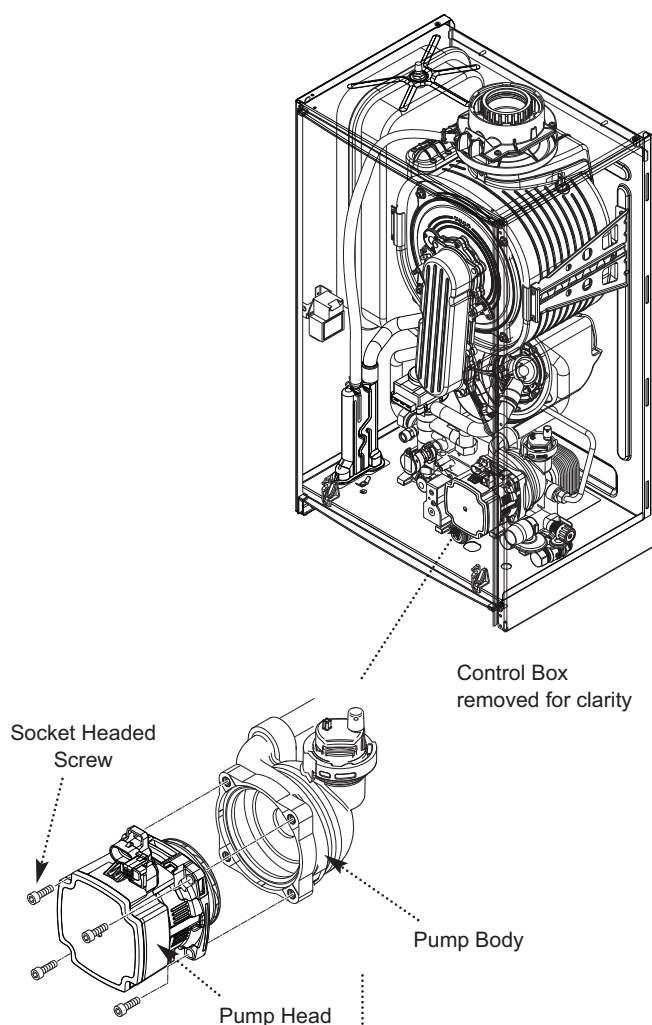

Fig. 57
10.3.11 Pump - Head Only (Fig. 57)